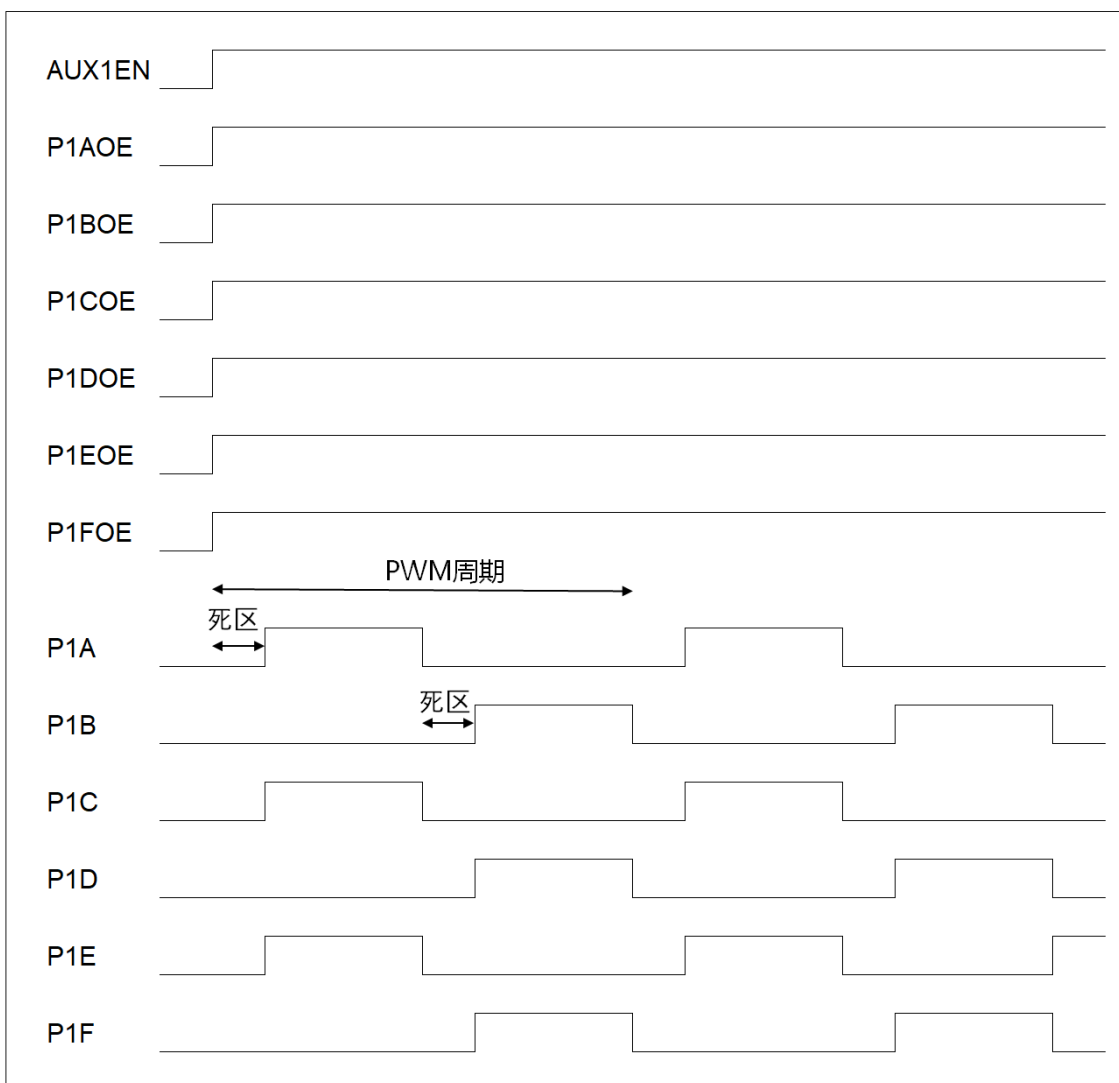

图 10-16 3 对 PWM 输出 (辅助功能)
1. P1A 和 P1B 为第 1 对带死区时间的半桥 PWM 输出，另外 2 对 P1C 和 P1D、P1E 和 P1F 与第 1 对波形相同，如图 10-16；